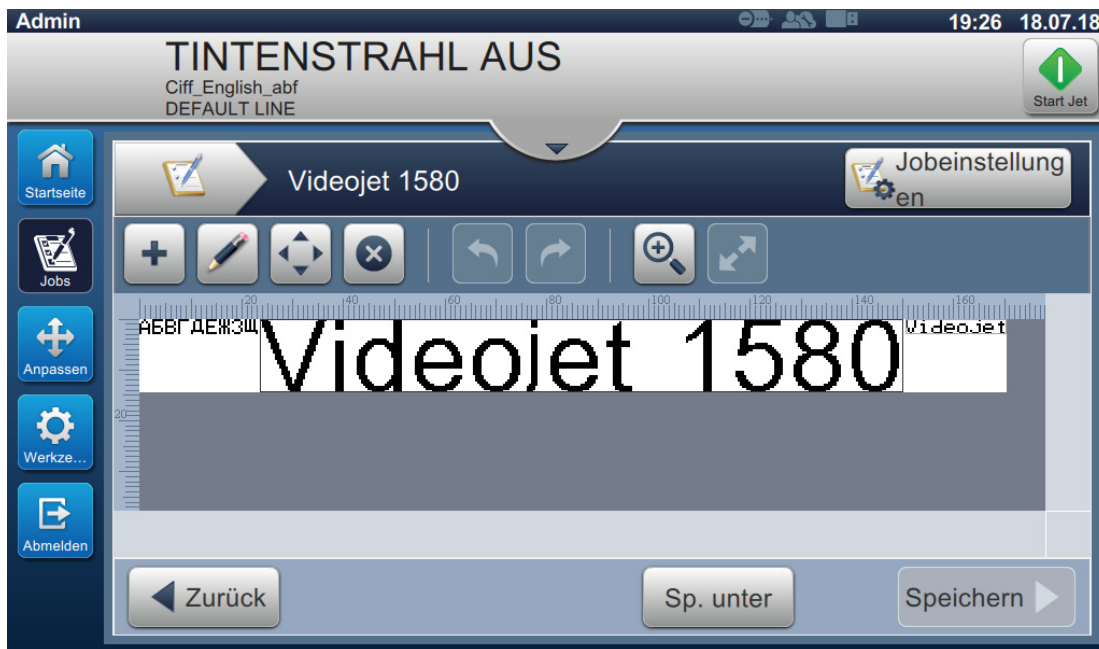

Abbildung 5-15: Beispielnachricht
Im Abschnitt unten enthält der Benutzer Anweisungen zum Anlegen eines neuen Auftrags (siehe Abbildung 5-15) mit den folgenden Feldern:
10. Wählen Sie das Feld aus und verwenden Sie Drag and Drop oder die Schaltfläche , um das Feld an die gewünschte Position zu bewegen (siehe Abbildung 5-15 auf Seite 5-34).
22. Wählen Sie das Feld aus und verwenden Sie Drag and Drop oder die Schaltfläche , um das Feld an die gewünschte Position zu bewegen (siehe Abbildung 5-15 auf Seite 5-34).
30. Wählen Sie das Feld aus und verwenden Sie Drag and Drop oder die Schaltfläche , um das Feld an die gewünschte Position zu bewegen (siehe Abbildung 5-15 auf Seite 5-34).